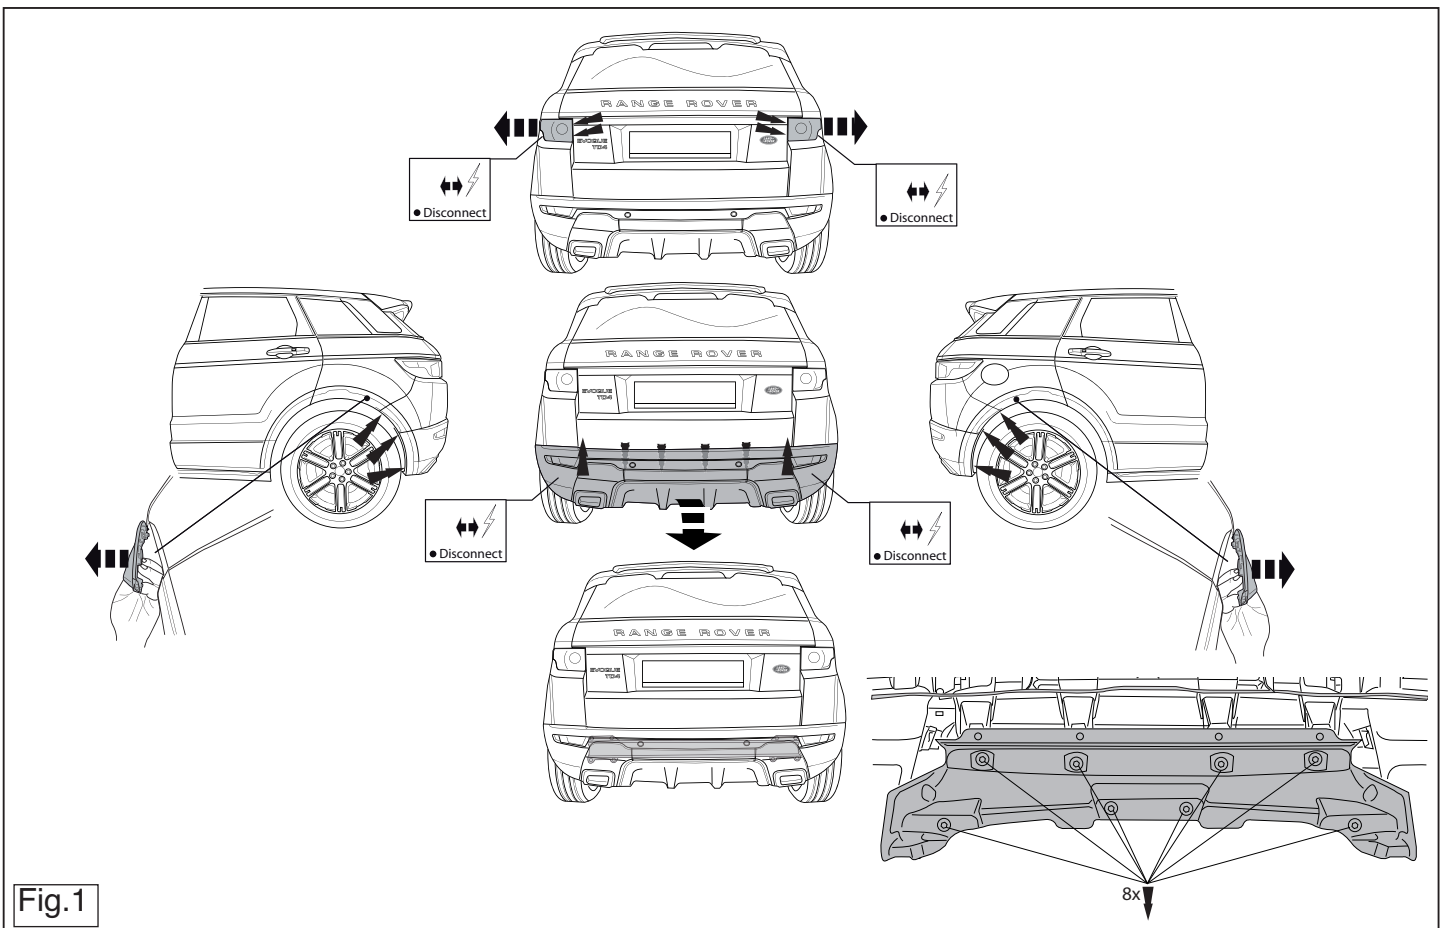

Fig.1
1. Remove the rear-light units. (see fig. 1).
2. Remove the bumper. (see fig. 1).
6. Remove the heat shield from the bumper. (see fig. 1)
1. Demonteer de achterlicht units (zie fig. 1).
2. Demonteer de bumper. (zie fig. 1).
6. Demonteer het hitteschild uit de bumper. (zie fig. 1)
1. Die Rücklichter abmontieren. (siehe Fig. 1).
2. Die Stoßstange abmontieren. (siehe Fig. 1).
6. Entfernen Sie den Hitzeschild von der Stoßstange. (siehe Fig. 1)
1. Демонтировать фары (см. рисунок 1).
2. Демонтировать фары (см. рисунок 1).
3. Демонтировать фары (см. рисунок 1).
4. Демонтировать фары (см. рисунок 1).
1. Снять оба блока задних фар. (См. рисунок 1)
2. Снять багнер. (См. рисунок 1)
6. Снять теплозащитный экран с внутренней поверхности багнера. (См. рисунок 1)
1. Demontera bakljusmodulerna. (se fig. 1).
2. Demontera stötfångaren. (se fig. 1).
6. Ta bort värmeskölden från stötfångaren. (voir la fig. 1)